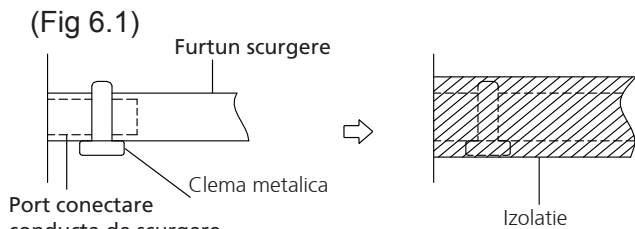

Fig. 6.1
2. Conectati conducta la portul de conectare al unitatii. Izolati si strangeti cu o clema metalica (fig 6.1)